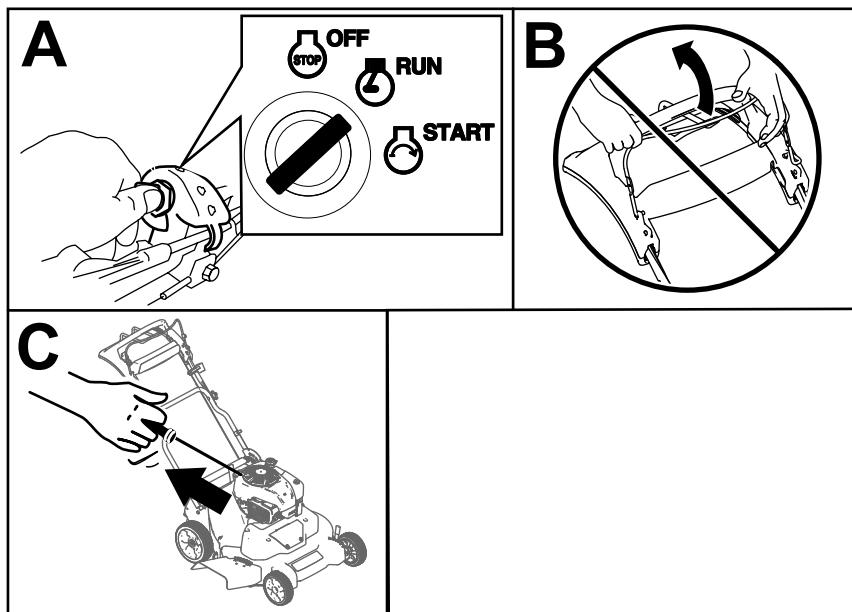

Figura 16
1. Rode a chave da ignição para a posição FUNCIONAMENTO (A da Figura 16).
Importante: Não tente ligar o motor com a barra de controlo da lâmina engatada. O fusível poderá queimar (B da Figura 16).
2. Puxe o manípulo de arranque manual com cordão lentamente para trás até sentir resistência e, em seguida, puxe rapidamente (C da Figura 16). Deixe que a corda regresse lentamente ao motor.